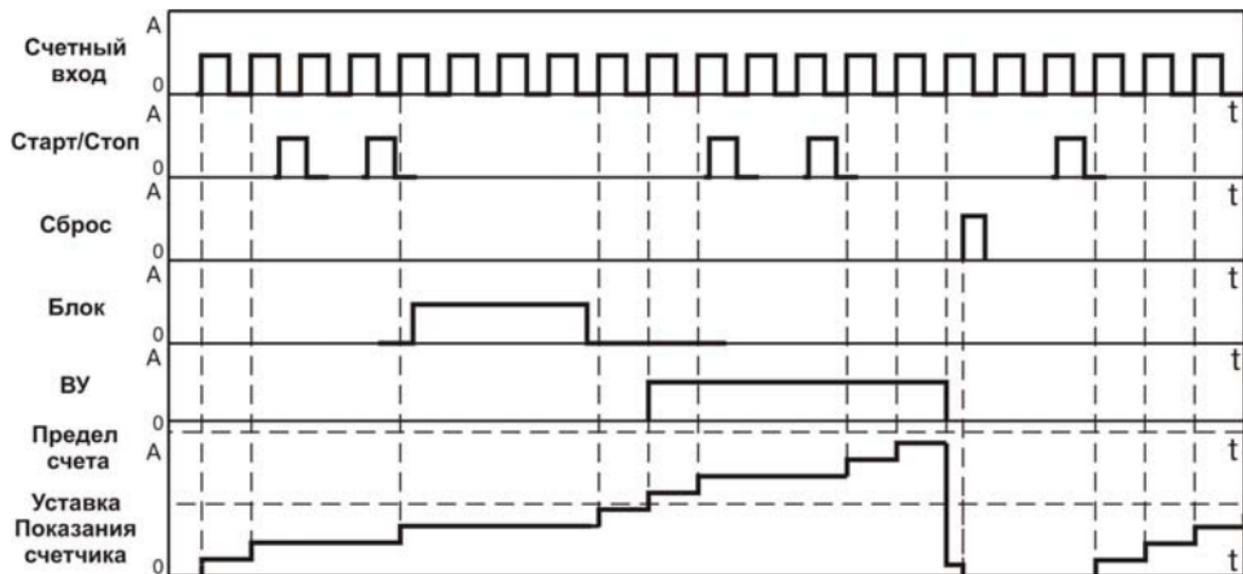

Рисунок 3.11
- тип работы по сигналу «Сброс» – «Сбросить счетчик и ждать сигнала «Старт» ( $rSt =StOP$ ) (рисунок 3.11).